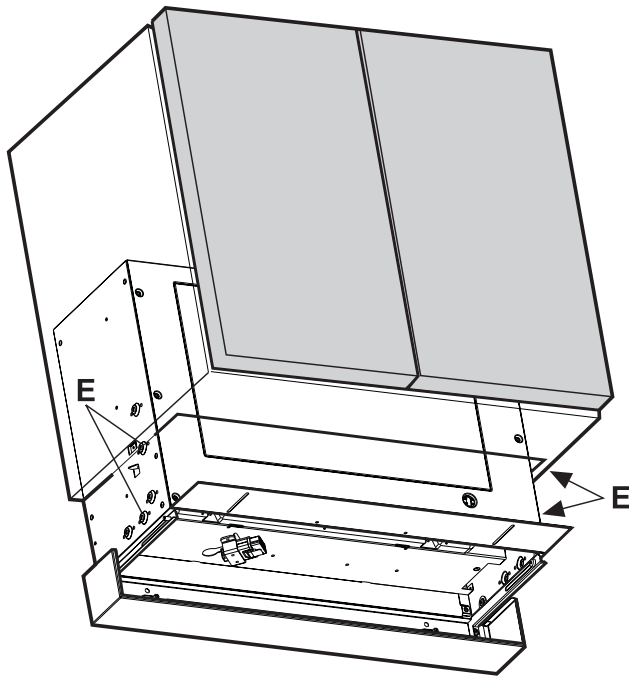
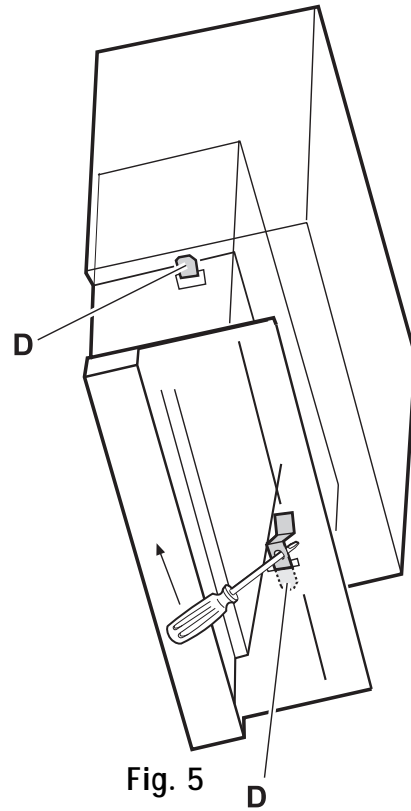
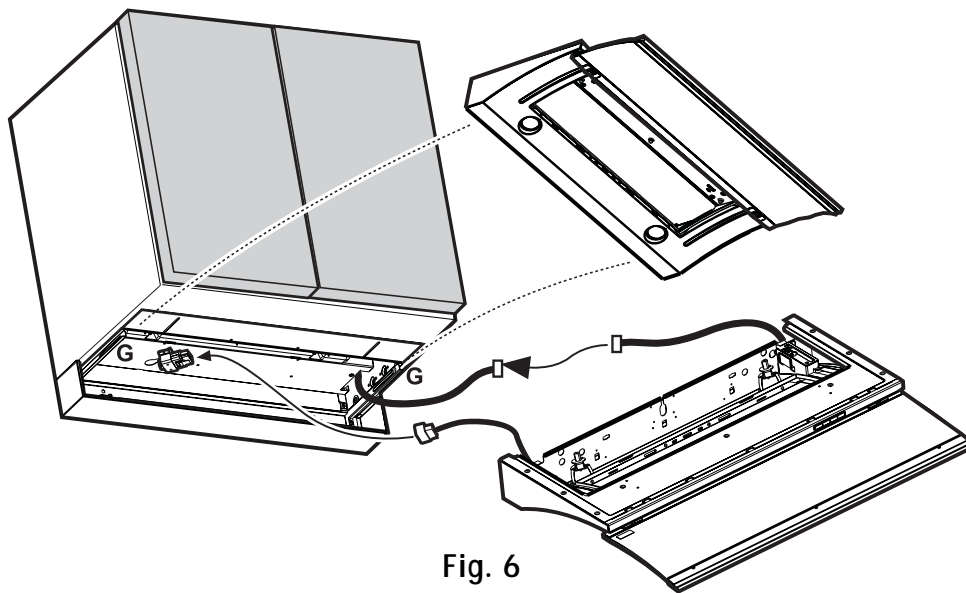

Fig. 4
Fig. 5
Fig. 6
4. Introduisez le châssis de la hotte dans l'élément mural (Fig. 4). Le châssis pourra être maintenu temporairement en position grâce aux ressorts latéraux D (Fig. 5) qui devront être emboîtés dans les orifices clos de Ø 5 mm. Pour ce faire, appuyez sur les ressorts latéraux vers l'intérieur du châssis de la hotte à l'aide d'un tournevis qui permettra de faire levier.
5. Contrôlez que les coulisses G (Fig. 6) sont parfaitement parallèles par rapport au bord inférieur de l'élément mural. Ensuite fixez définitivement le châssis de la hotte aux parois latérales de l'élément mural au moyen de 4 vis (E - Fig. 4 - deux par côté). Les vis doivent être introduites **de l'intérieur du châssis de la hotte** vers le meuble, en face des 4 orifices clos de Ø 2 mm que vous avez précédemment percés (voir opération 3).
6. Introduisez le châssis sur les coulisses G des supports. Réalisez ensuite les raccordements électriques du tiroir au châssis (Fig. 6).